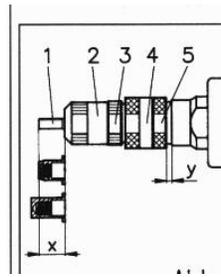

рис.1
- - Вкрутить насадку, установить длину (X) шпильки на длину заклепки-гайки(рис.1)
Установка рабочего хода (Y) производится согласно диаметру заклепки-гайки (М 3 -- М 10) и толщине скрепляемых материалов (Z) (табл.1.5.2., рис.1).